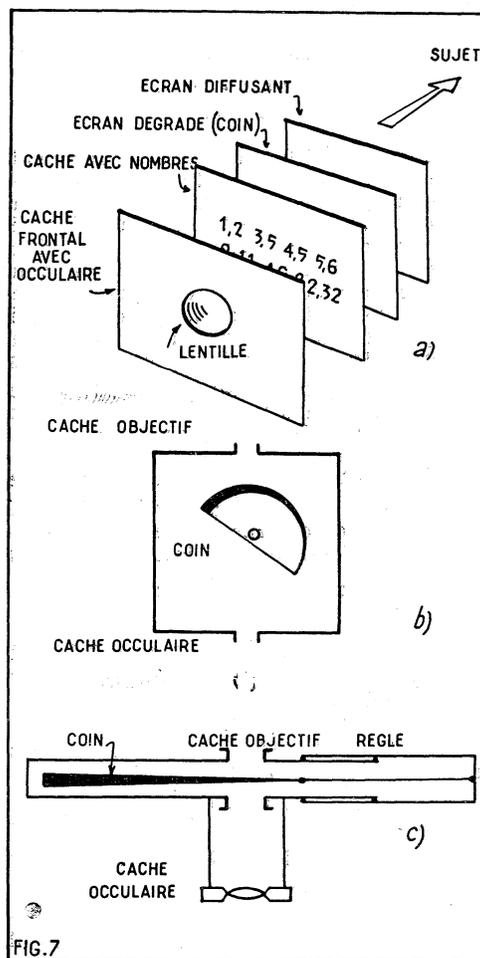

FIG. 7. — Posemètres optiques à estimation directe.
La figure 7 reproduit le schéma de principe d'un tel « posemètre ». L'on y reconnaît l'écran dégradé, circulaire pour permettre de donner une forme ramassée à l'appareil, les caches délimitant le champ du viseur et le carter destiné à cacher l'anatomie rudimentaire de ce « posemètre ».
c) Le principe de cet appareil est le même que celui de la figure 7 B. Le coin est commandé par une règle qui porte immédiatement les graduations.
(1) Voir le précédent n° 146.